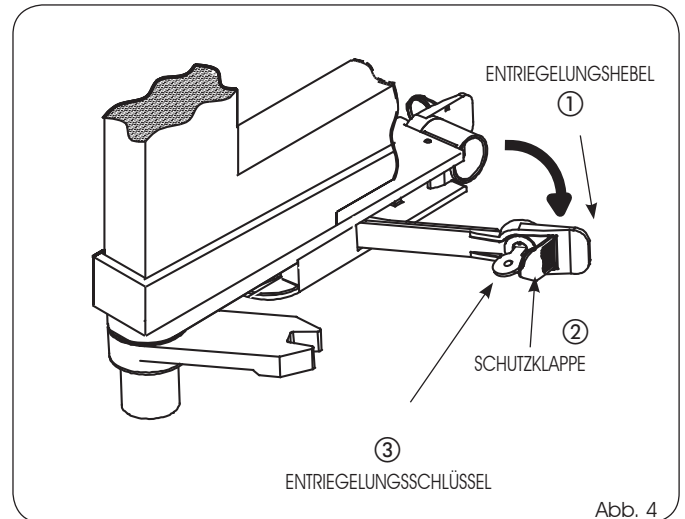

Abb. 4
- 1) Die Schutzklappe (Abb. 4, ②) öffnen.
- 2) Den Entriegelungsschlüssel in das Schloss stecken (Abb. 4, ③) und im Uhrzeigersinn bis zum Anschlag drehen.
- 3) Den Entriegelungshebel (Abb. 4, ①) zu sich hin ziehen.
- 2) Den Entriegelungsschlüssel in das Schloss stecken (Abb. 4, c) und in die entgegengesetzte Richtung bis zum Anschlag drehen.